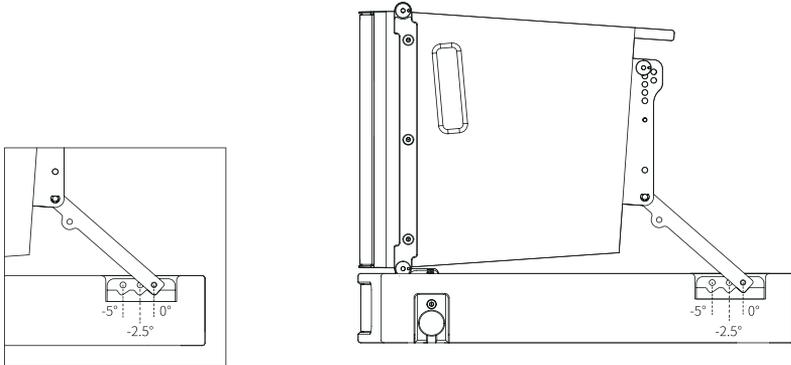

图 11. M-F3A SUB SFi 用于角度设定的后部孔位
3. 展开音箱背部的折叠式铝条，并与堆叠架的后部安全插销锁定。如图 11 所示，设置所需的目标角度，共有三个角度可供选择： 0° 、 -2.5° 和 -5° 。